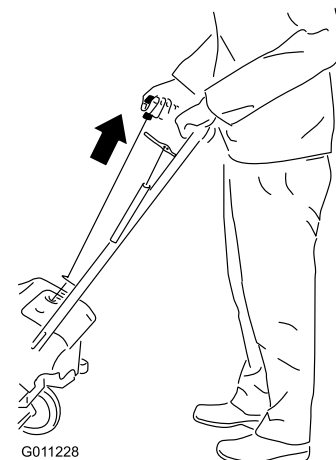

Figura 17
4. Tirate l'avviatore autoavvolgente (Figura 17)